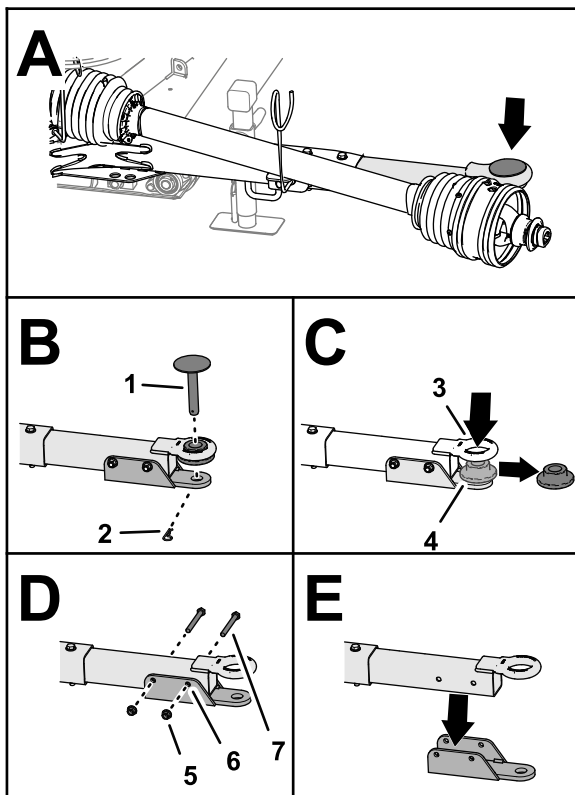

Bild 7
1. Entfernen Sie den Splint, mit welcher der Anbauvorrichtungsstift an der Deichsel befestigt ist, und entfernen Sie den Anbauvorrichtungsstift (Bild 7).
- Entfernen Sie die Bundbuchse von der Zapfenöse (Bild 7).
- Entfernen Sie die beiden Sicherungsbundmutter und die beiden Kopfschrauben, mit der die Lastösenhalterung an der Deichsel befestigt ist, und entfernen Sie die Lastösenhalterung (Bild 7).